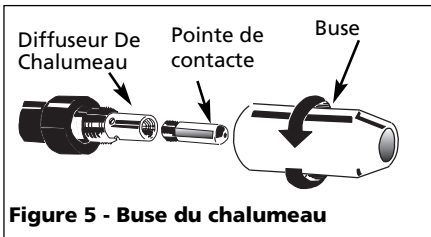

Figure 5 - Buse du chalumeau
Note: Avant d'installer le fil de soudure, s'assurer que le diamètre du fil convienne à la rainure du rouleau d'entraînement sur le mécanisme d'alimentation du fil et que la taille du fil s'apparie à la buse du contact à l'extrémité du pistolet (voir figure 5). Tout mauvais agencement pourrait faire glisser, coller le fil ou provoquer une mauvaise soudure.
- Enlever la buse en tournant dans le sens contraire de celui des aiguilles d'une montre. Ensuite dévisser la buse de contacte du bout du chalumeau (Voir Figure 5). Brancher le soudeur dans une prise de courant convenable.
- Glisser la buse de contacte avec soin par dessus le fil et la visser dans le bout du chalumeau. Installer la buse en la tournant au sens des aiguilles d'une montre. (Voir Figure 5) Couper le fil à environ 4 mm (1/4 po) du bout de la buse.
- Enlever la buse en tournant dans le sens contraire de celui des aiguilles d'une montre. Ensuite dévisser la buse de contact du bout du chalumeau (Voir Figure 5). Brancher le soudeur dans une prise de courant convenable.
- Glisser la buse de contact avec soin par dessus le fil et la visser dans le bout du chalumeau. Installer la buse en la tournant au sens des aiguilles d'une montre. (Voir Figure 5). Couper le fil à environ 6,4 mm du bout de la buse.